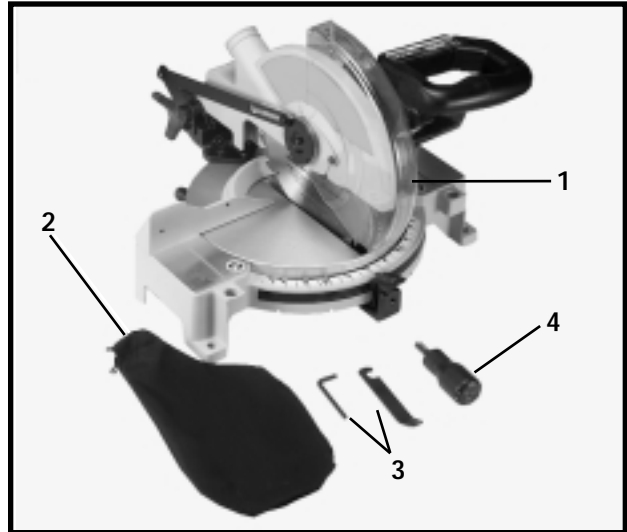
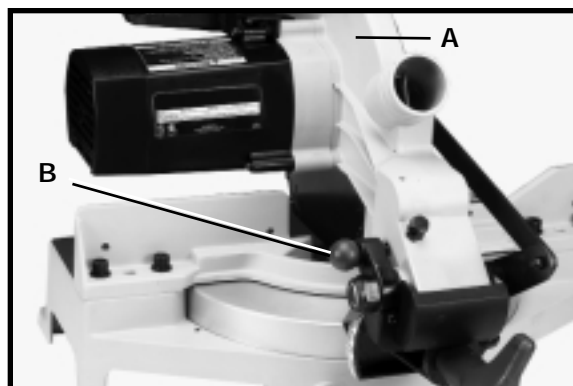
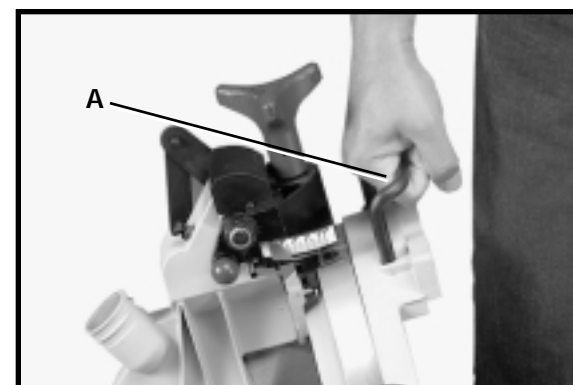

Fig. 2
Fig. 18
Fig. 21
Retirez la scie ainsi que toutes les pièces détachées du cartonage. **IMPORTANT : LE TRANSPORT DE LA MACHINE PAR LA POIGNÉE AVEC INTERRUPTEUR POURRAIT LA DÉALIGNER. TOUJOURS SOULEVER LA MACHINE PAR SA BASE OU SA POIGNÉE DE TRANSPORT (voir figure 21).** La figure 2 illustre la machine et les pièces détachées retirées du cartonage.
Lors du transport de la scie, la tête de coupe doit toujours être verrouillée à la position basse. Abaissez le bras de coupe (A) fig. 18, et poussez la cheville de blocage (B) jusqu'à ce que l'autre extrémité de celle-ci s'engage dans le trou du bras de coupe. **IMPORTANT : LE TRANSPORT DE LA SCIE À ONGLETS PAR LA POIGNÉE AVEC INTERRUPTEUR POURRAIT LA DÉALIGNER. TOUJOURS SOULEVER LA SCIE PAR SA BASE OU SA POIGNÉE DE TRANSPORT (voir figure 21).**
La barre de soutien (A) fig. 21 sert également au transport de la machine.